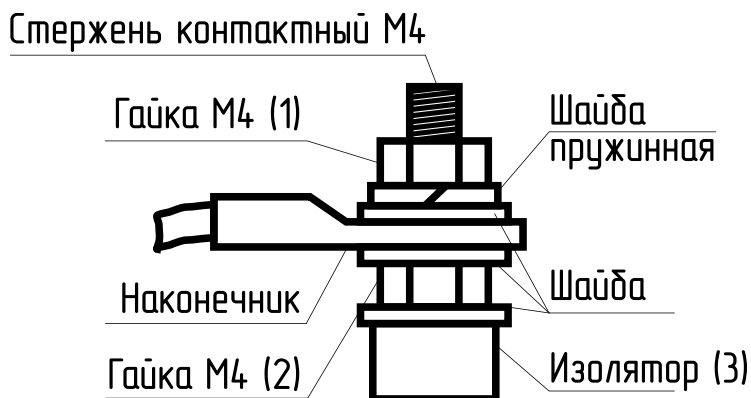

Рис.13 Присоединение проводов к выводам блок ТЭН
- при замене блок ТЭН присоединение фазных проводов к выводам блок ТЭН производить согласно **рис.13**. Сечение кабеля указано в таблице 1;
- провод нейтрали N подключить на перемычку блока ТЭН (**рис.13**).